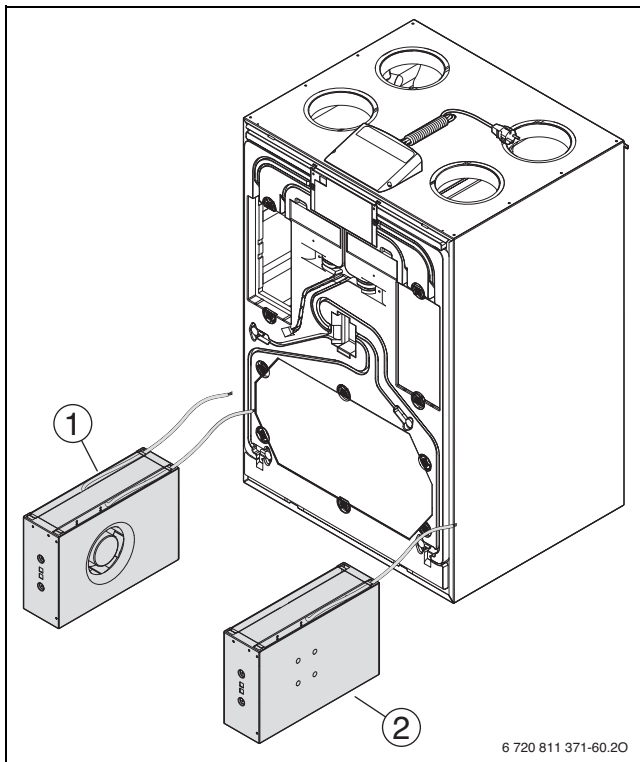

Bild 15
- Die Gebläse gegeneinander tauschen und um 180° drehen. Die Gebläseöffnungen zeigen nach innen und die Kabel nach hinten (zum Gerät hin). Das Gebläse mit dem Heizregister steht jetzt links (→ Bild 15).